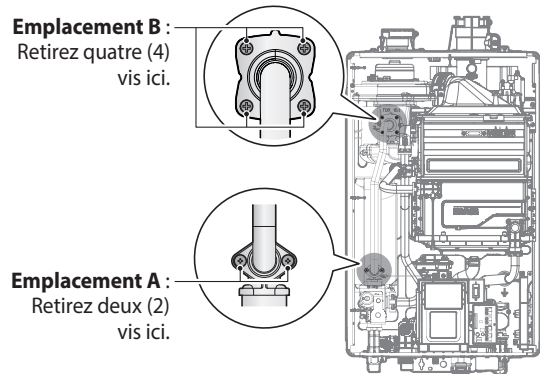

Figure 3. Retrait de la soupape à gaz du tuyau d'entrée de gaz et du moteur du ventilateur
4. Utilisez un tournevis Phillips pour retirer les 2 vis de l'emplacement A - le raccordement situé sous la soupape à gaz, là où elle est reliée au tuyau. Reportez-vous à la figure 3 à des fins de référence. Une fois les vis retirées, séparez délicatement le tuyau de la soupape à gaz.